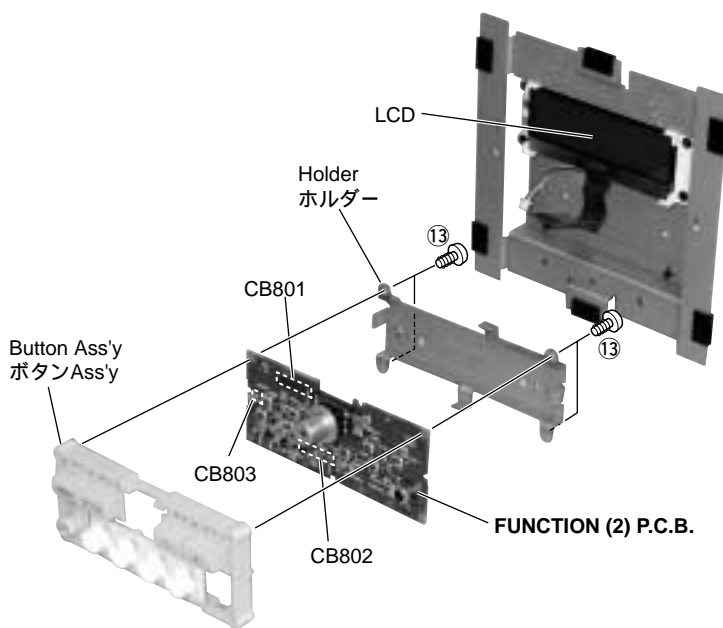

Fig. 5
- b) Remove 1 screw marked [13] to remove the Holder and Button Ass'y. (Fig. 5)
- c) Remove CB801, CB802 and CB803 and FUNCTION (2) P.C.B. can be removed. (Fig. 5)
- b) ⑬のネジを外し、ホルダーとボタンAss'yを取り外します。(Fig.5)
- c) CB801、CB802、CB803を外しFUNCTION(2)P.C.B.を取り外します。(Fig.5)